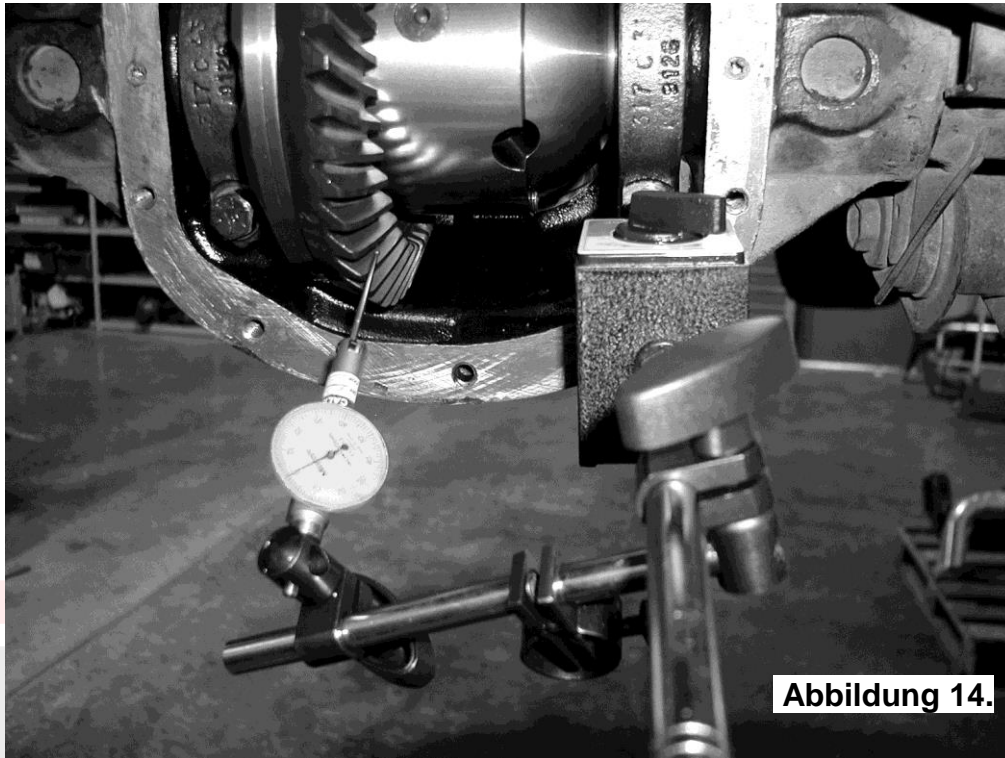

Abbildung 14.
- Platzieren Sie den Fühler der Messuhr an einem der Tellerradzähne (siehe Abb. 14.).